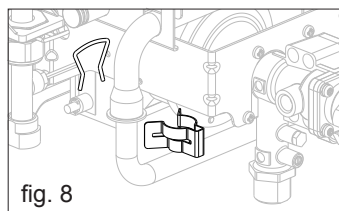

fig. 8
- Quitar el clip que fija tubo gas y colector (fig. 8)